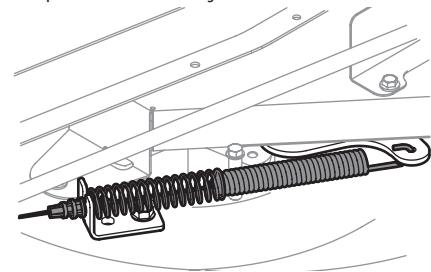

Figura 31
- Extraiga con cuidado el cable de la PTO de la parte posterior de la plataforma de corte. Retire el resorte del soporte de polea loca de la plataforma. Consulte la Figura 31.